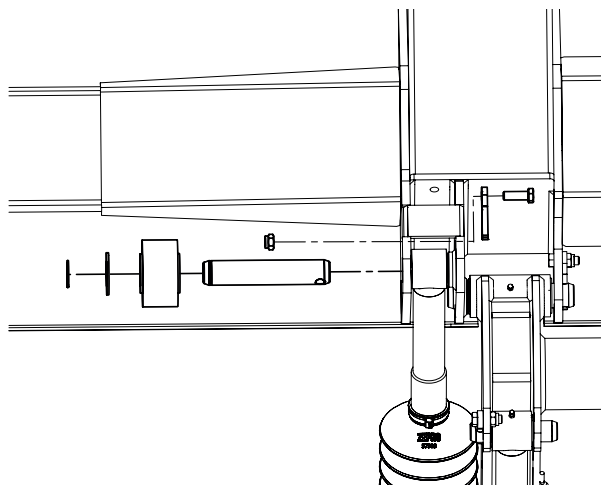

Bild 51. Montera tiltcylindern på bryggan
7. Montera den andra tiltcylindern i bryggan infästning. Använd medföljande axel samt stödhjul. Bild 51.